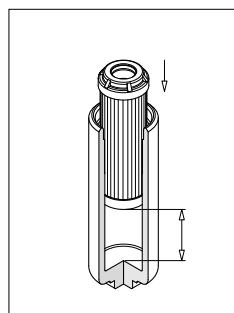

fig. 15
- (Fig. 15) Inserire parzialmente l'elemento filtrante all'interno del contenitore, lasciandolo estratto di circa 50 millimetri per afferrare il cerchietto